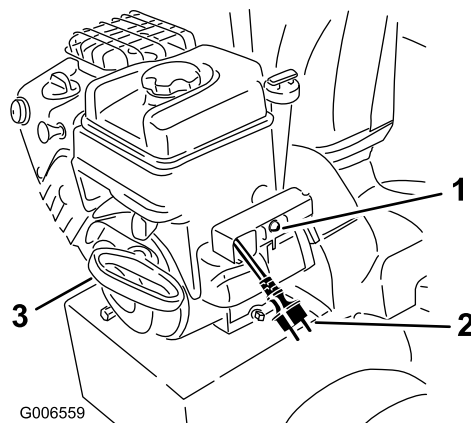

Figure 32
7. Démarrez la machine en tirant sur le lanceur ou en appuyant sur le bouton du démarreur électrique (tous les modèles sauf le modèle 38597) (Figure 32).